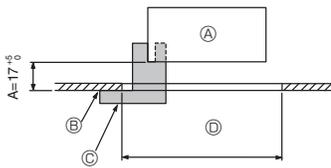
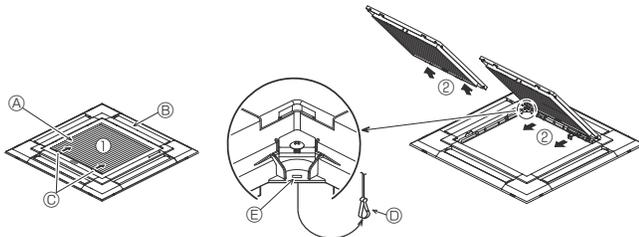
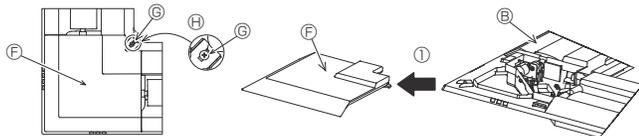

Fig. 9-2
Fig. 9-3
Fig. 9-4
①	Grille	1	950 × 950 (mm)
②	Schéma d'installation	1	(divisé en 4 parties)
③	Vis (4 × 16)	1	pour PLP-6EAE, PLP-6EALM, PLP-6EALME
④	Panneau en coin i-see sensor	1	pour PLP-6EAE, PLP-6EALM, PLP-6EALME
⑤	Télécommande sans fil	1	pour PLP-6EALM, PLP-6EALME
⑥	Support de la télécommande	1	Fournie s'il s'agit d'un modèle avec télécommande sans fil.
⑦	Piles LR6 AA	2	Fournie s'il s'agit d'un modèle avec télécommande sans fil.
⑧	Vis autotaraudeuses 3,5 × 16	2	Fournie s'il s'agit d'un modèle avec télécommande sans fil.
9.2. Préparation avant d'attacher la grille (Fig. 9-2)
- À l'aide de la jauge ② fournie avec ce kit, ajustez et vérifiez la position de l'appareil principal par rapport au plafond. Si l'appareil principal n'est pas correctement positionné par rapport au plafond, des fuites d'air peuvent se produire et provoquer un phénomène de condensation.
- ① Appareil principal
- ② Surface du plafond
- ③ Schéma d'installation ② (inséré dans l'appareil principal)
- ④ Dimensions de l'ouverture dans le plafond
9.2.1. Retrait de la grille d'admission (Fig. 9-3)
- Pour ouvrir la grille d'admission, faire glisser les leviers dans le sens indiqué par la flèche ①.
- Lorsque la grille se trouve en position "ouverte", retirer la charnière de la grille d'admission comme indiqué par la flèche ②.
9.2.2. Retrait du panneau en coin (Fig. 9-4)
- Dévissez les 4 vis de coin. Pour retirer le panneau, faites-le glisser dans le sens indiqué par la flèche ①.
[Fig. 9-3] [Fig. 9-4]